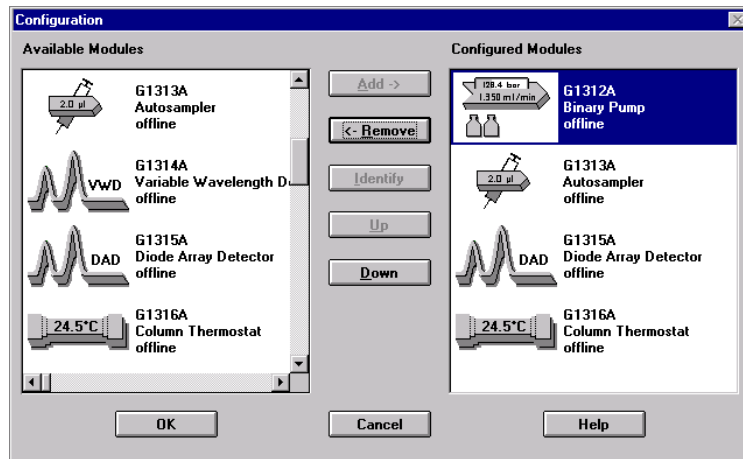

图 20 配置 Agilent 1100 系统访问对话框可将检测出的 Agilent 1100 组件选择性地配置。
- 14 第一次启动安捷伦化学工作站时, 在仪器初始化过程中, “Configure 1100 System Access” 对话框将显示检测到的 Agilent 1100 组件 (第 105 页的图 20)。已被识别出的 Agilent 1100 组件 (绿色图标显示) 及其系列号将一起列出。未检测到的 Agilent 1100 组件将标为 offline。您可以从软件配置中选择出一定的组件。例如, 如果您的 Agilent 1100 系统包括两个 Agilent 1100 检测器, 而在接下来的分析中只需要其中之一。那么, 不需要的 Agilent 1100 组件仍然连接, 但可保持关闭状态。也可以重新排序组件。例如, 如果希望使用一个泵作为初步分析泵而另一个泵作为补充泵, 而修改配置后, 必须重新启动安捷伦化学工作站。全部菜单显示时, 可从仪器菜单下 Method and Run-Control view 中选用 “Configure 1100 System Access” 对话框。